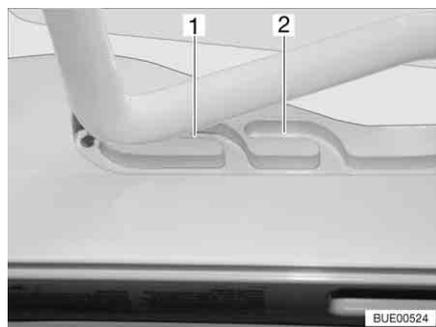
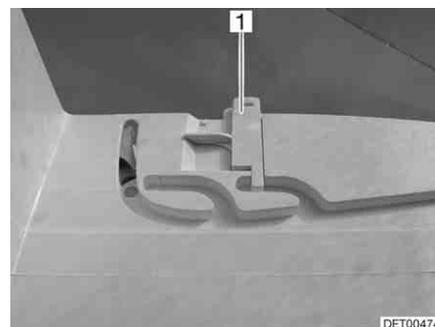

Fig. 92 Clarabóia Heki em posição de arejamento
Fig. 93 Dispositivo de bloqueio da posição de arejamento
A clarabóia Heki pode ser posta em duas posições de arejamento: Posição para mau tempo (Fig. 92,1) e posição média (Fig. 92,2). Dependendo do modelo, a clarabóia pode ser travada em posição central com os dois trincos (Fig. 93,1) nos lados esquerdo e direito no caixilho da clarabóia.
- Empurre o arco ligeiramente para cima e mova-o e, se for preciso, prenda-o no guia escolhido (Fig. 92,1 ou 2).